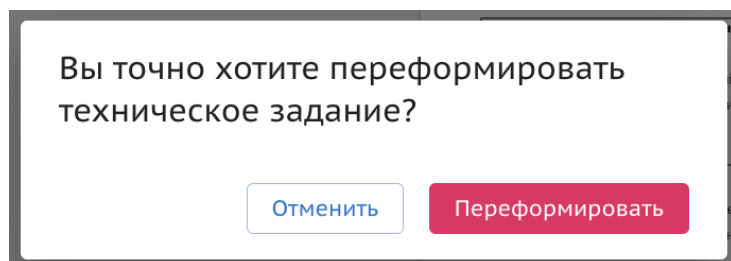

Рисунок 34. Подтверждение переформирования.
- 4) Подтвердить переформирование нажав на “Переформировать”(Рисунок 34)